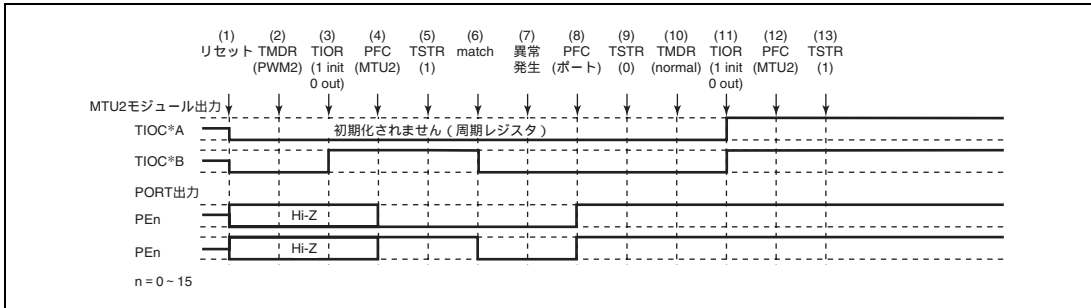

図 11.127 PWM モード 2 で異常が発生し、ノーマルモードで復帰する場合
PWM モード 2 で異常が発生し、再設定後ノーマルモードで再スタートする場合の説明図を図 11.127 に示します。
(1) ~ (9) は図 11.127 と共通です。
(10) PWM モード 1 を設定します。
(11) TIOR で端子を初期化してください (PWM モード 1 では TIOC*B 側は初期化されません)。
(12) PFC で MTU2 出力としてください。
(13) TSTR で再スタートします。
(15) PWM モード 2 で動作中に異常が発生し、PWM モード 2 で再スタートする場合の動作
(10) PWM モード 2 で再スタートする場合には必要ありません。
(11) TIOR で端子を初期化してください (PWM モード 2 では周期レジスタの端子は初期化されません)。
(16) PWM モード 2 で動作中に異常が発生し、位相計数モードで再スタートする場合の動作
(10) 位相計数モードを設定します。
(11) TIOR で端子を初期化してください。
(17) 位相計数モードで動作中に異常が発生し、ノーマルモードで再スタートする場合の動作